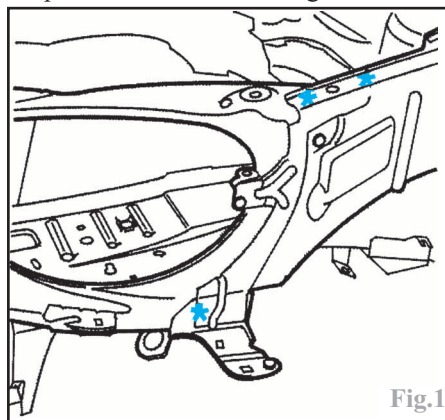

Fig.1
- par fraisage des points (Fig.1 et 2),